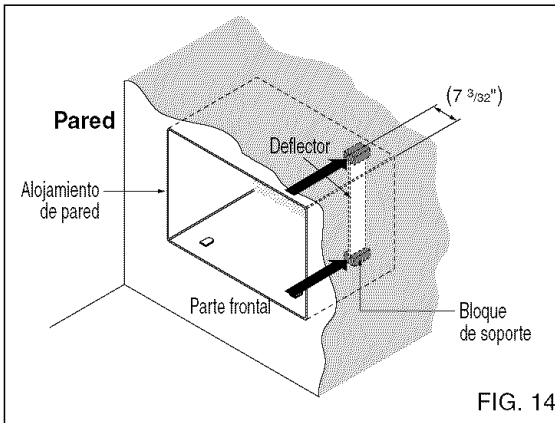

FIG. 14
- 7** Quítele el respaldo a los bloques de soporte y acóplelos en la parte interior del alojamiento de pared como se muestra en la FIG 14. Deslice el baffle en las ranuras de los bloques de soporte.